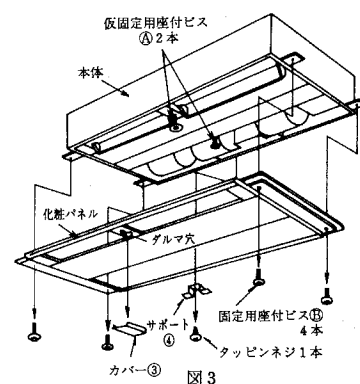

図3
- 吹出口中央部のカバー③を取外します。カバー③は引掛式となっていますので、下方に引けばはずれます。(図3)
- 本体後方のサポートのタッピンネジ1本を外し、サポート④を取外して下さい。(図3)
- 化粧パネル固定用座付ビス⑤4本を外して下さい。(図3)